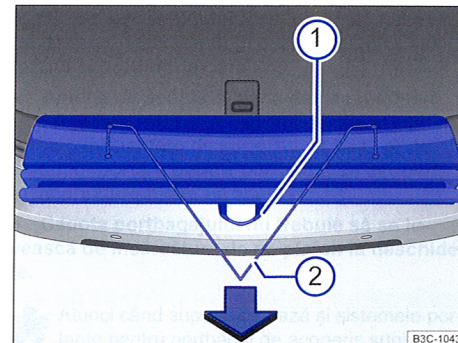

Fig. 110 Despăturirea și împăturirea prelatei.
- Trageți prelata de curelușă ⇒ **fig. 110** ① în sensul săgeții, peste bara de protecție din spate.